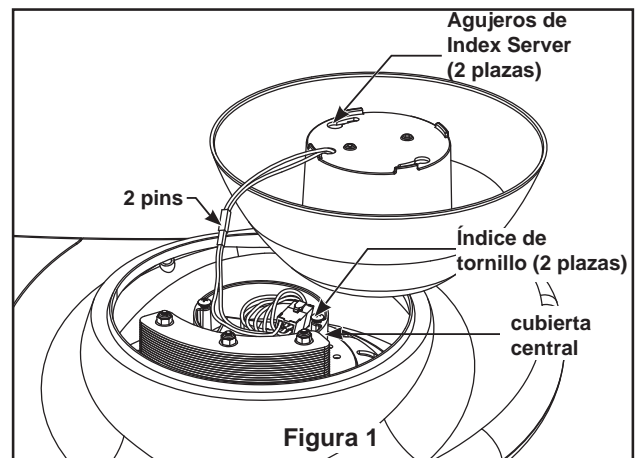

Figura 1
3. Ensamble la unidad de la cubierta inferior conectando el conector de 2 clavijas (cables negro y blanco) al conector del enchufe (cables azul y blanco). Asegúrese de que los cables del conector estén dentro de la carcasa de control antes de la instalación de la unidad de la carcasa inferior. (Figura 1)